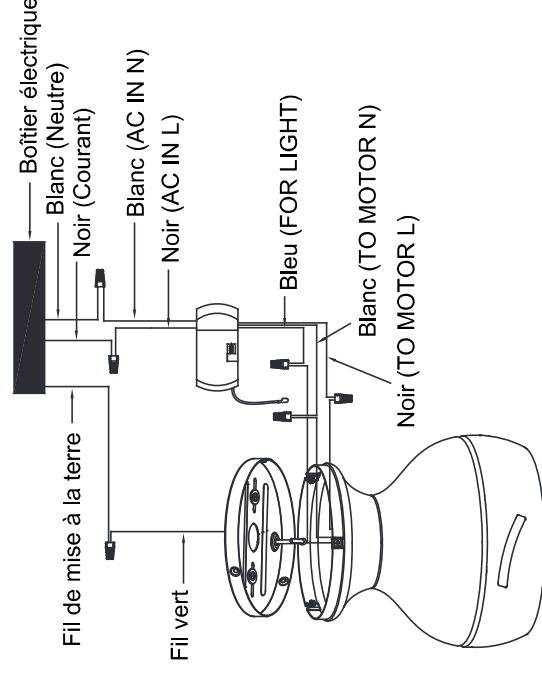

Fig. 10
Étape 1. Connexions électriques entre le moteur et le récepteur : Connectez le fil NOIR du ventilateur au fil noir marqué "TO MOTOR L" du récepteur. Connectez le fil blanc du ventilateur au fil blanc marqué "TO MOTOR N" du récepteur. Connectez le fil bleu du ventilateur au fil bleu marqué pour l'éclairage ("FOR LIGHT") du récepteur. Sécurisez toutes les connexions de fils avec les serre-fils en plastique (fournis) (**Fig. 10**).
Étape 2. Connexions entre récepteur et fils d'alimentation du domicile : Connectez le fil noir (sous tension) du plafond au fil noir marqué "AC in L" du récepteur. Connectez le fil blanc (neutre) du plafond au fil blanc marqué "AC IN N" du récepteur. Sécurisez les connexions de fils avec les connecteurs en plastique (fournis) (**Fig. 10**).
Étape 3. Si la boîte à prises a un fil de masse (vert ou cuivre nu), le connecter aux fils de mise à la terre du ventilateur. Sécurisez la connexion du fil avec l'écrou en plastique (fourni). Placer le récepteur dans le compartiment moteur. Après avoir connecté les fils, séparez-les de sorte que les fils verts et blancs se trouvent sur un côté de la boîte à prises et les fils noirs et bleus de l'autre côté (**Fig. 10**).